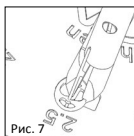

Рис. 7
■ **fig. 7/8** Para fechar a placa de topo, deve ser usada a pequena pinça de fecho de titânio (Ref. 8000137)! Com a pinça de fecho (REF 8000 137) endireita-se o estribo dentro da placa de cobertura da prótese, fixando-se assim a placa de cobertura na haste da prótese (fig. 7). Ao fazer isto, deve prestar-se atenção para que a maxila correcta da pinça de fecho assente na posição correspondente da placa de cobertura da prótese. "INSIDE" corresponde ao lado interior da placa de cobertura e "OUTSIDE" ao lado exterior (fig. 8a, 8b).
■ **Рис.7/8** Фиксирование головной пластины на стержне протеза надо производить титановыми замыкающими щипчиками (REF 8000137)! Рукоятка внутри головной пластины протеза выпрямляется с помощью обжимных щипцов (КОД 8000 137), фиксируя головную пластину на валу протеза (Рис. 7). Во время выполнения данной операции следует внимательно следить за тем, чтобы обжимные щипцы находились правильной стороной в соответствующем положении на головной пластине протеза. "ВНУТРЬ" – для внутренней части головной пластины, "НАРУЖУ" – для внешней части головной пластины. (Рис. 8а, 8б).